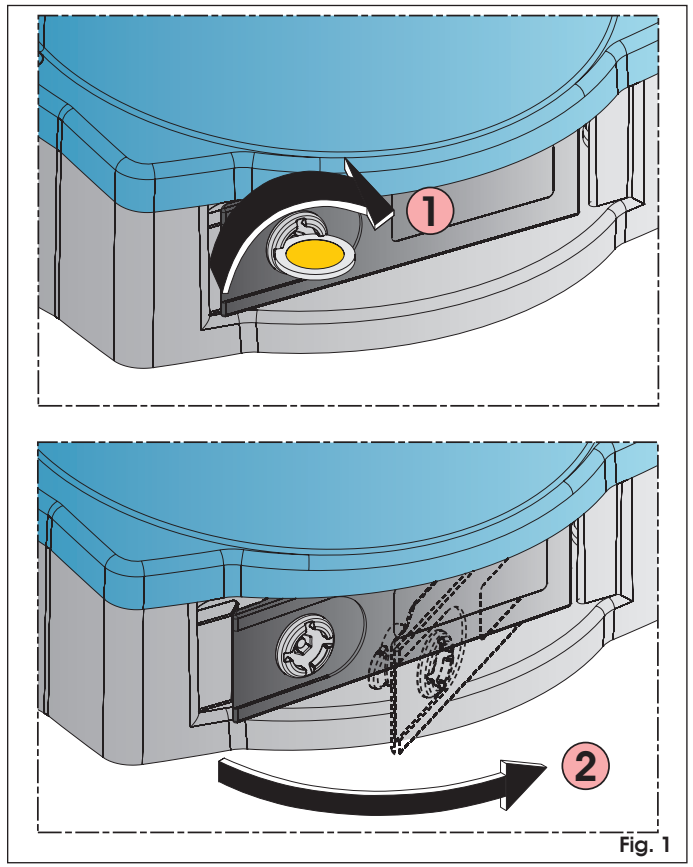

Fig. 1
2. Draai met behulp van een muntstuk de vergrendeling met de wijzers van de klok mee tot deze blokkeert (Fig. 1 ref. ①);
3. Trek aan de hendel zoals aangeduid in fig. 1 ref. ②